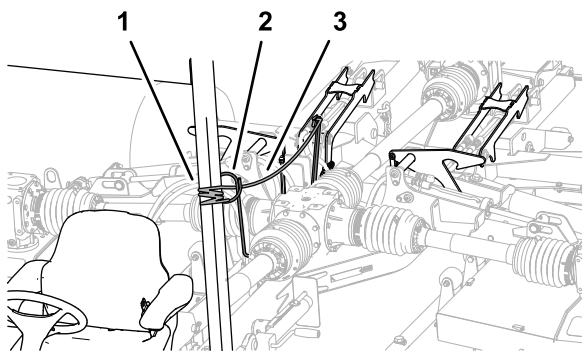

Figura 38
3. Puxe e segure a corda de bloqueio da plataforma (**Figura 38**).